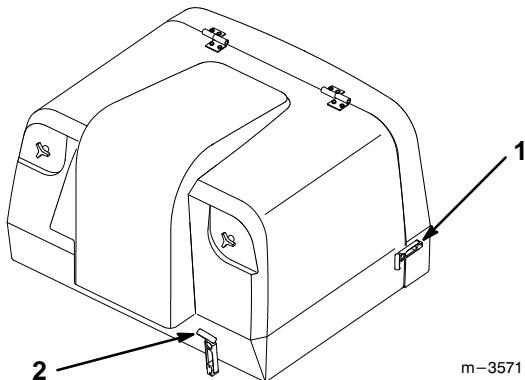

Figure 18
- Pour régler la hauteur, retirer la goupille épingle et l'axe de chape des pattes de suspension de l'unité de coupe (Fig. 18).
- Choisir le trou des pattes de suspension correspondant à la hauteur de coupe souhaitée. Soulever l'unité par les poignées avant et latérales pour aligner les trous, et insérer l'axe de chape (Fig. 18).
- Fixer l'axe de chape à l'aide d'une goupille épingle (Fig. 18).
3. Ouvrir les verrous du couvercle à l'arrière des côtés et le verrou du bac du côté gauche de la face avant du bac de ramassage (Fig. 18).
4. Soulever le bac de ramassage par l'avant pour le vider (Fig. 18).
5. Redescendre le bac et fermer les verrous du couvercle à l'arrière des côtés et le verrou du bac du côté gauche de la face avant du bac de ramassage (Fig. 18).